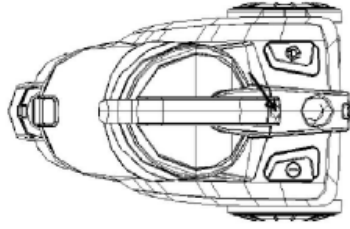

Fig.6
1. Țineți compartimentul pentru praf și apăsați butonul de eliberare. (Vezi Fig 6).